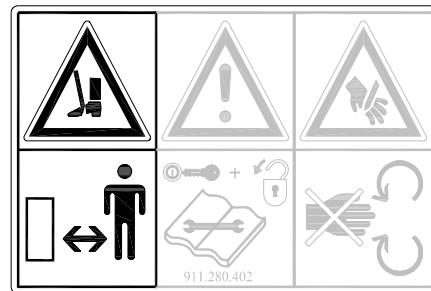

Fig. 4
**Respecter une distance minimale de 4 mètres !** (Fig. 4)